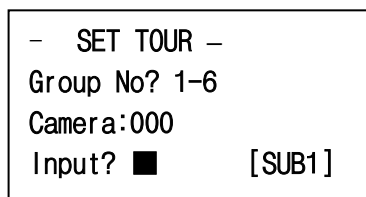

図3-27
**Tour 設定:** Set key → Tour Key(図3-27)